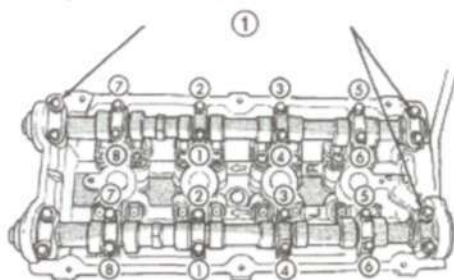

Рис. 18 Крышка подшипника распредвала - снятие
- (6) Ослабить крепления крышки подшипника распредвала в указанной последовательности (Рис. 18), на каждом валу по отдельности.
- (7) Пометить распределительные валы перед снятием с головки. Распредвалы не являются взаимозаменяемыми.
- (8) Снять распределительные валы с головки блока.